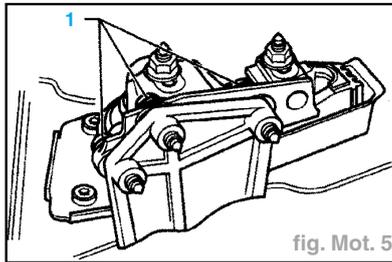

fig. Mot. 5
- Dévisser de la fixation droite (1) de l'ensemble mécanique les vis de fixation (fig. Mot. 5).